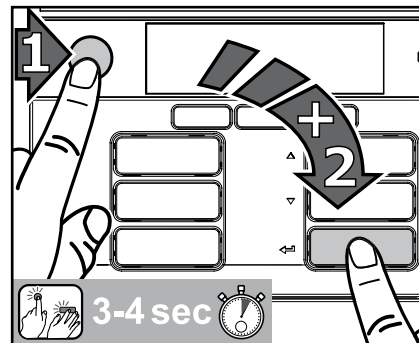

図31
- まずストップキーを押し、次にエンターキー を押し、両方のキーを同時に3~4秒間押し続け、清掃モードに入ってください。 (図31)